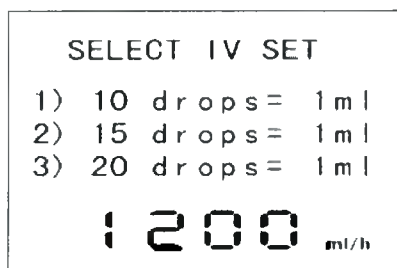
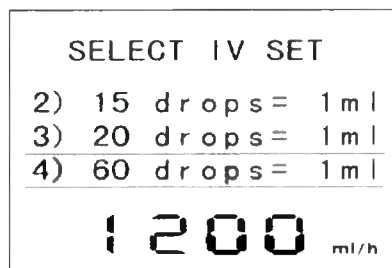

Рис. 21
Рис. 22
5. Если выбраны **drop/min**, нажмите , чтобы войти в меню SELECT IV SET, как это показано на рис. 21 и рис. 22 для различных настроек в/в установки.